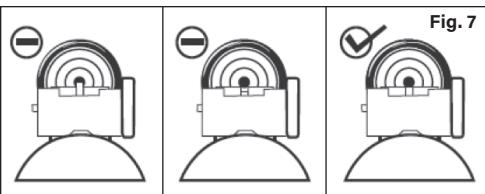

Fig. 7
3. O alinhamento adequado da mira é importante para garantir a precisão do disparo. O alinhamento adequado da mira é alcançado quando o atirador coloca o poste frontal da mira, dentro da sua abertura posterior, com espaço (ou luz) equivalente em cada lado do poste, e a parte superior do poste frontal equidistante aos «cotovelos» da abertura posterior (Fig. 7).